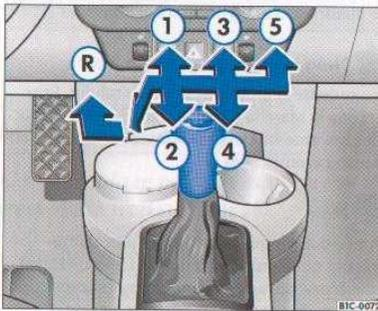

Fig. 67 Detalle de la consola central: esquema de un cambio manual de 5 marchas
- Presione la palanca hacia abajo y llévela luego hacia la izquierda del todo y hacia delante para engranar la marcha atrás (R) ⇒ fig. 67.